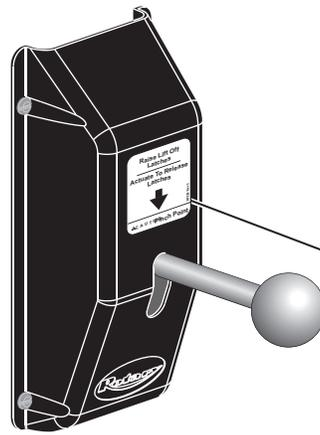

Abb. 40
**31. Klinkenlöserschild für Hebebühnen der Serie M:** Klinkenlöserschild auf der Abdeckung über dem Klinkenlösehebel anbringen, Abb. 40.